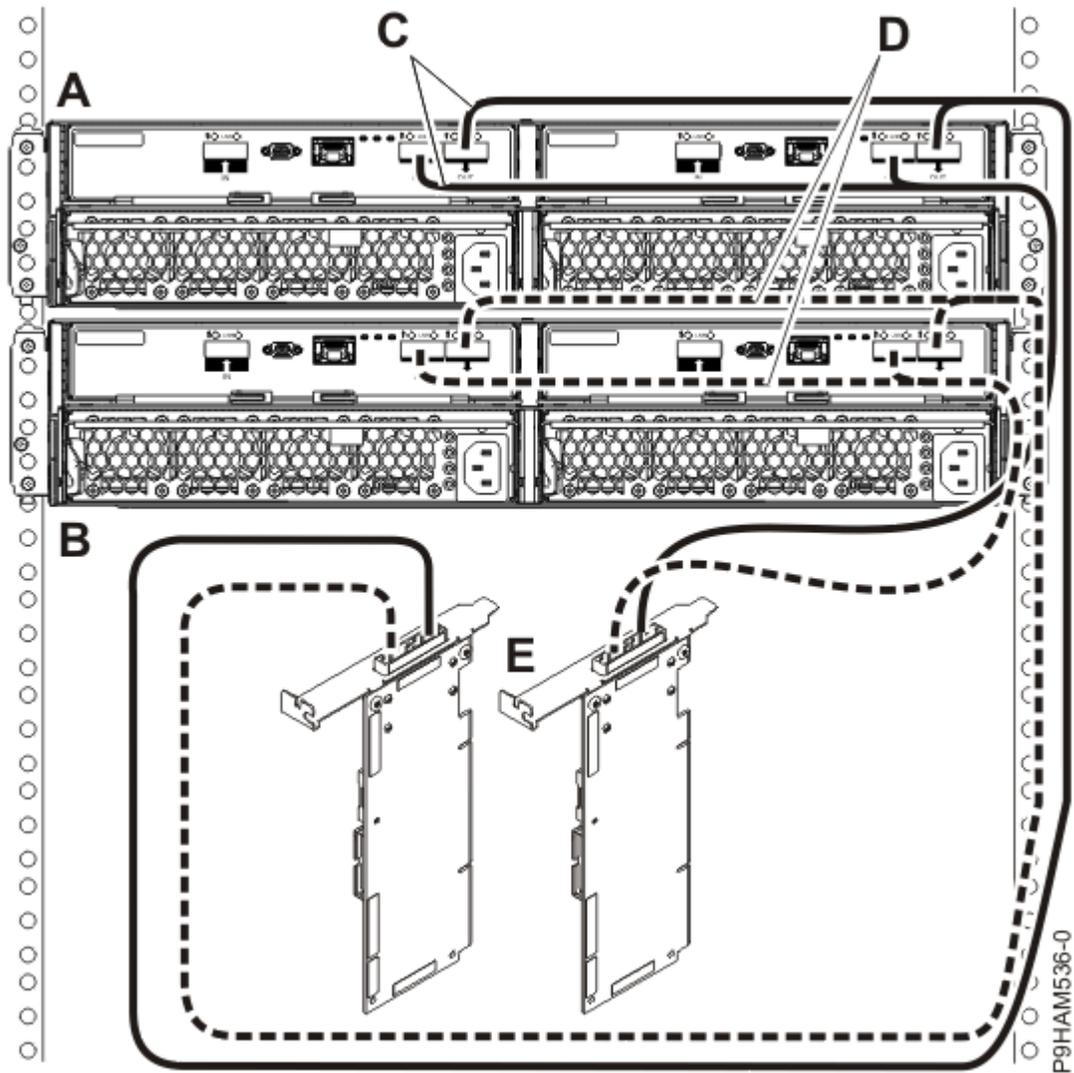

図 26. 1 対の SAS アダプター・ペアへの YO ケーブルを使用した、2 台の 5887 ディスク・ドライブ・エンクロージャのモード 1 接続
17. 31 ページの図 26 に示すように、1 対の SAS アダプター・ペア (E) への Y0 ケーブル (C および D) を使用して 2 台のエンクロージャ (A および B) のモード 1 接続を行ってから、35 ページの『ケーブルと電源コードの接続およびカバーの取り付け』に進みます。